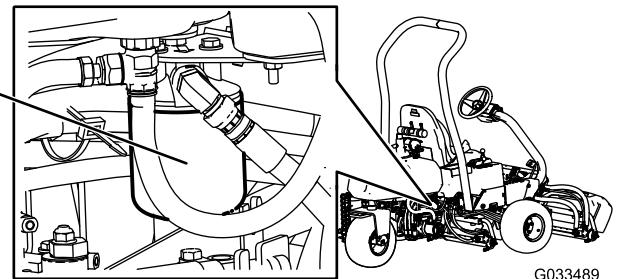

Рисунок 51
3. Повторите пункты 1 и 2 для правого гидравлического фильтра (Рисунок 51).